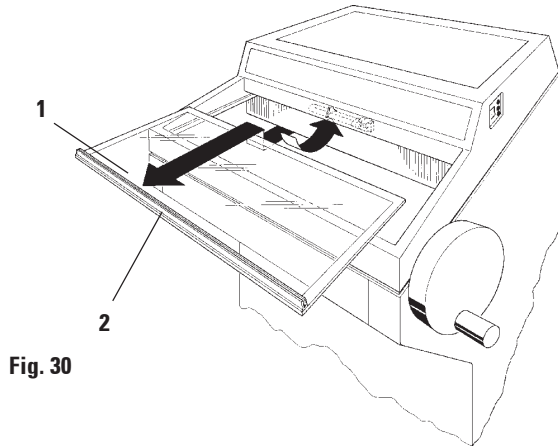

Fig. 30
- Sollevare leggermente la finestra a scorrimento quando essa è chiusa afferrandola per l'apposita impugnatura ed estrarla (**fig. 30**) vedi '9.3.6 Sostituzione della lampada'.